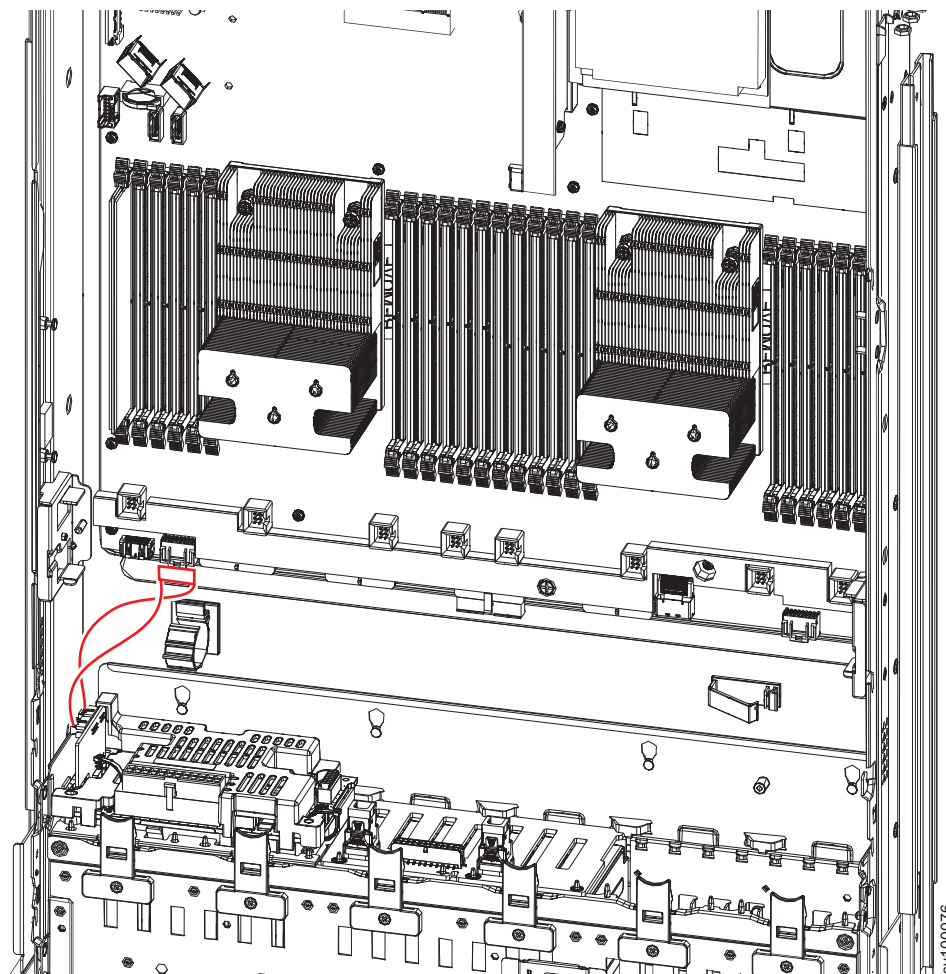

Figura 110. Cabo sensor de energia do painel traseiro de bateria do 2145-SV1
3. Conecte o cabo de sensor de energia do painel traseiro de bateria à placa-mãe, se necessário, conforme mostrado em Figura 110 na página 133.
4. Conecte o cabo de sensor de energia do painel traseiro de bateria ao painel traseiro da bateria, conforme mostrado em Figura 110.